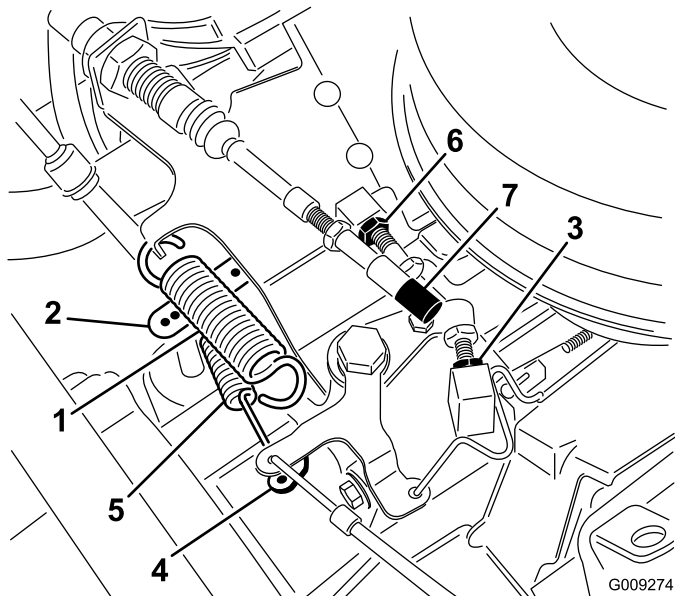

Figura 63
2. Con el muelle de retorno instalado, sujete el brazo del regulador del motor hacia el lado del operador de la máquina y ajuste el tope de ralentí bajo hasta que obtenga una distancia de 0.25–1.25 mm (0.01"–0.05") entre el diámetro exterior del taladro de la palanca del acelerador y el interior del gancho del muelle del regulador (Figura 63).